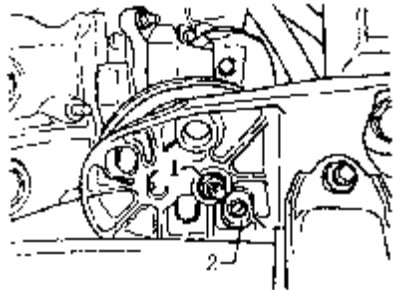

图 4-123 标出发动机左右侧悬置位置
(8) 如图 4-123 所示，标出发动机左侧悬置及定位套筒和发动机右侧悬置（底部）的位置，拧下发动机两侧悬置的紧固螺栓（底部）。